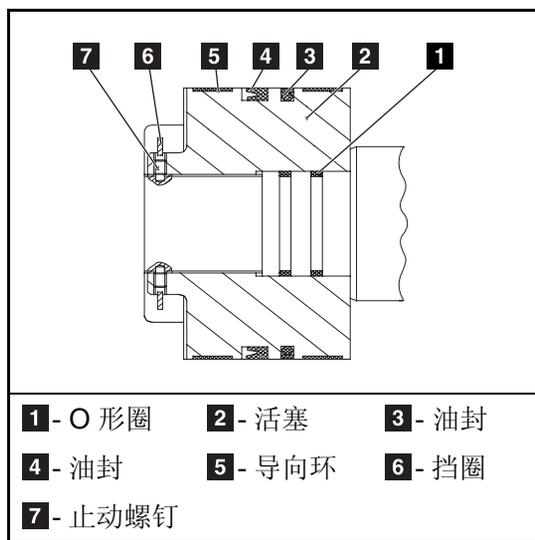

图 3-4(4) 活塞装配图
- (a) 根据图 3-4(4) 活塞装配图, 将 O 形圈**1**涂上黄油并装到活塞杆上相应的位置。